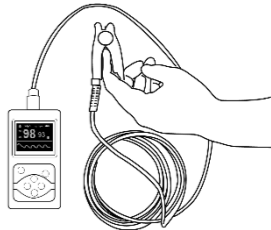

Figure 6. Croquis du placement du doigt
- ⚠ Le doigt doit être placé correctement (voir figure 6 ci-jointe), car un assemblage incorrect ou une position de contact incorrecte du capteur influencera la mesure.
**A.** Introduire le doigt dans la sonde, comme illustré à la Figure 6.
(L'apparence de la sonde réelle peut être différente de celle illustrée à la Figure 6, veuillez-vous référer à la sonde réelle).